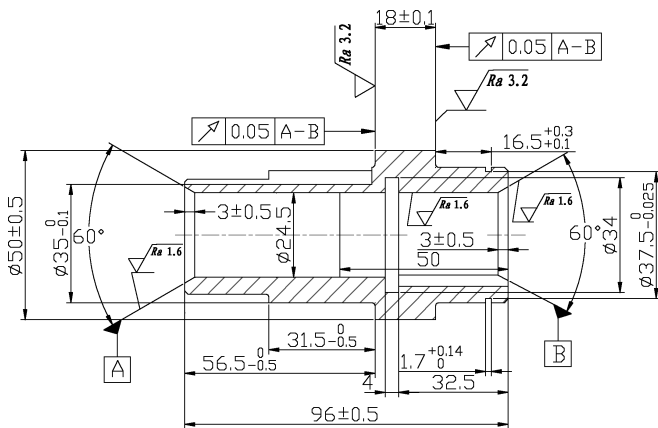

图 6-58 插入所有表面粗糙度
(7) 继续插入表面粗糙度图块, 输入不同属性值作为表面粗糙度数值, 直到完成所有表面粗糙度标注, 结果如图 6-58 所示。